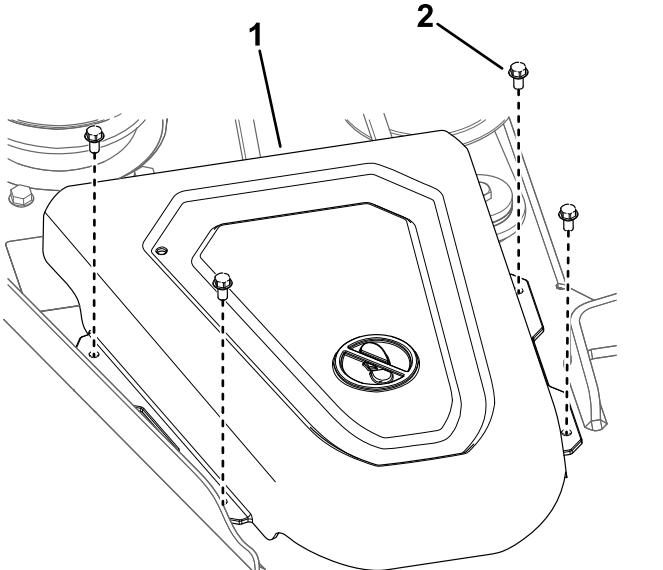

Figure 48
4. Déposez les couvercles de poulie (Figure 48).